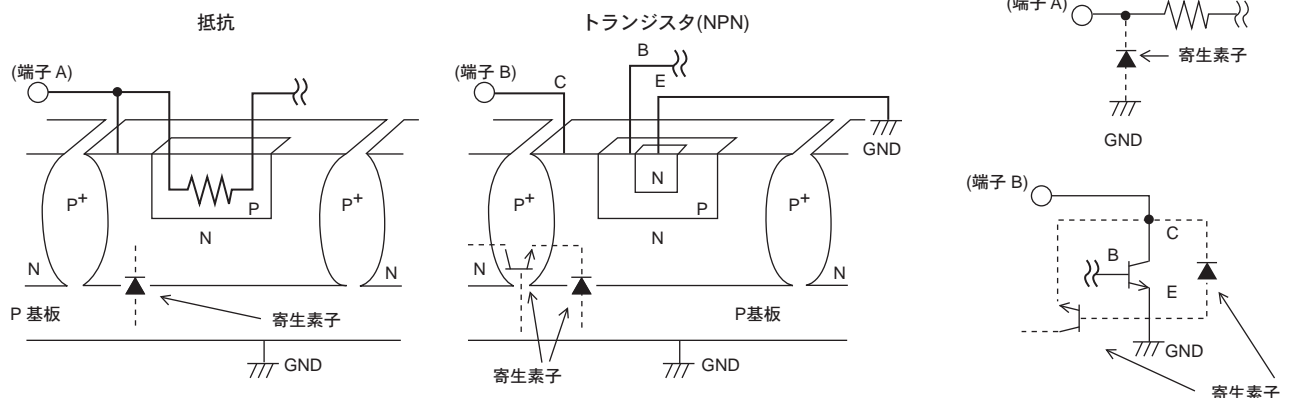

Fig.37 モノリシックICの簡易構造例
7. 本ICはモノリシックICであり、Fig.37のようにP基板(サブストレート)と、各素子間にP+アイソレーションを有しています。このP層と各素子のN層とでP-N接合が形成され、電位関係が、